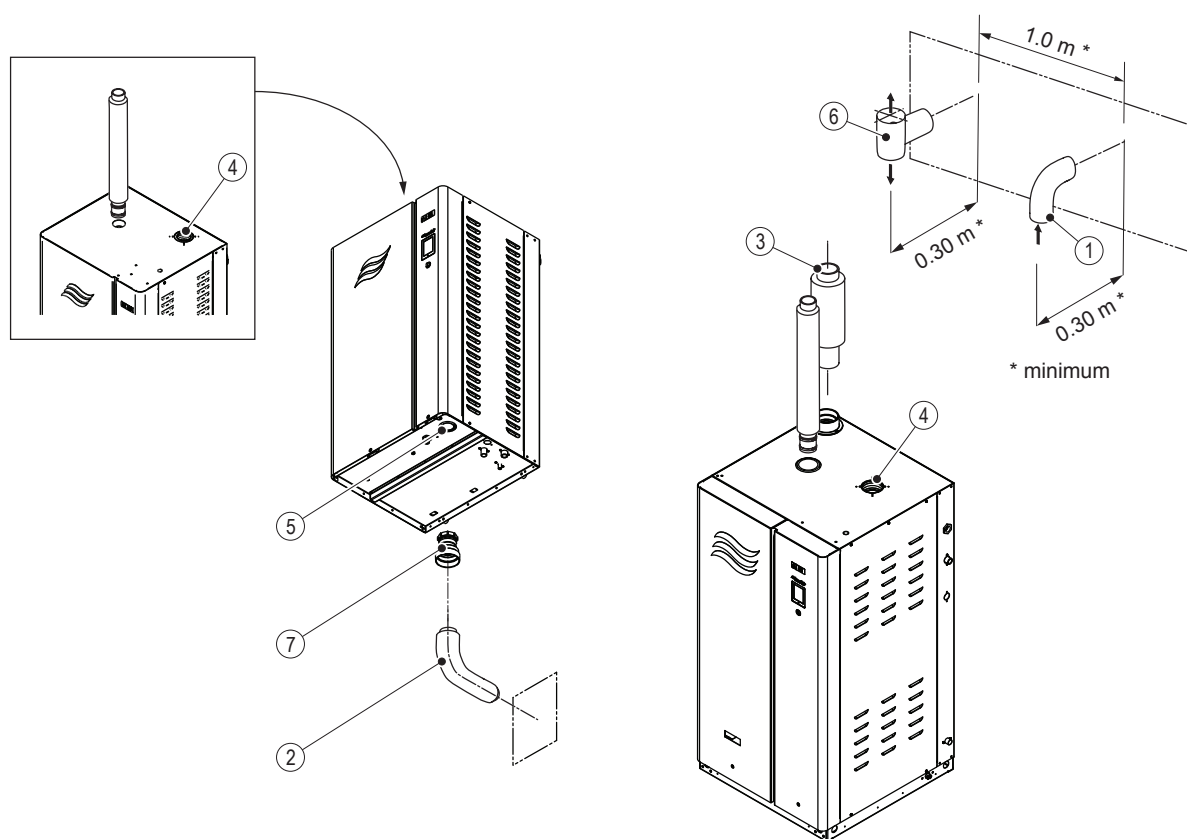

Figure 15 : Raccordement de l'air combustion hermétique (compact montré à gauche)
Remarque : Condair exige l'installation d'un coude (muni d'un écran) à l'entrée d'air d'admission sur tous les modèles Condair 65-260 (taille normale) pour éviter que la poussière et les débris ne soient aspirés dans la chambre de combustion. Scellez le raccordement avec du mastic à la silicone. Gardez la zone autour de l'admission d'air dégagée de toute obstruction. Voir la Figure 15 à la page 39. Voir le Tableau 10 à la page 39 pour le diamètre extérieur du coude.
- Un embout d'admission (coude) doit être installé sur la terminaison extérieure du conduit d'admission d'air, avec le coude orienté vers le bas – voir la Figure 15 à la page 39. L'emplacement et l'espacement entre les embouts d'admission d'air et d'évacuation doivent être conformes à toutes les réglementations locales et nationales, avec au moins un espacement minimal de 1 m.